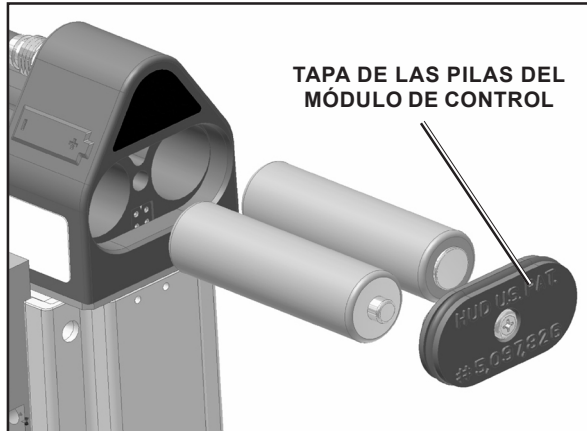

FIGURA 15
2. Quite el tornillo de cabeza de estrella que sujeta la tapa del compartimiento de las pilas. Véase la Figura 15.